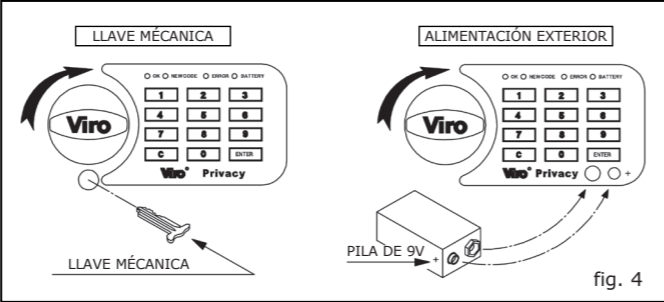

fig. 4
- Remover el tapón de plástico puesto bajo del pomo y acceder al hueco donde introducir la llave (ver fig. 4).
- Apoyar por medio de una mano la pila sobre los contactos apropiados del teclado (ver fig. 4) llevando atención a la polaridad.
- Remover a tampa de plástico existente na porta de forma a aceder ao furo de introdução da chave (ver fig. 4).
- Com uma mão encostar a pilha aos contactos colocados no teclado (ver fig. 4) tendo atenção às polaridades.